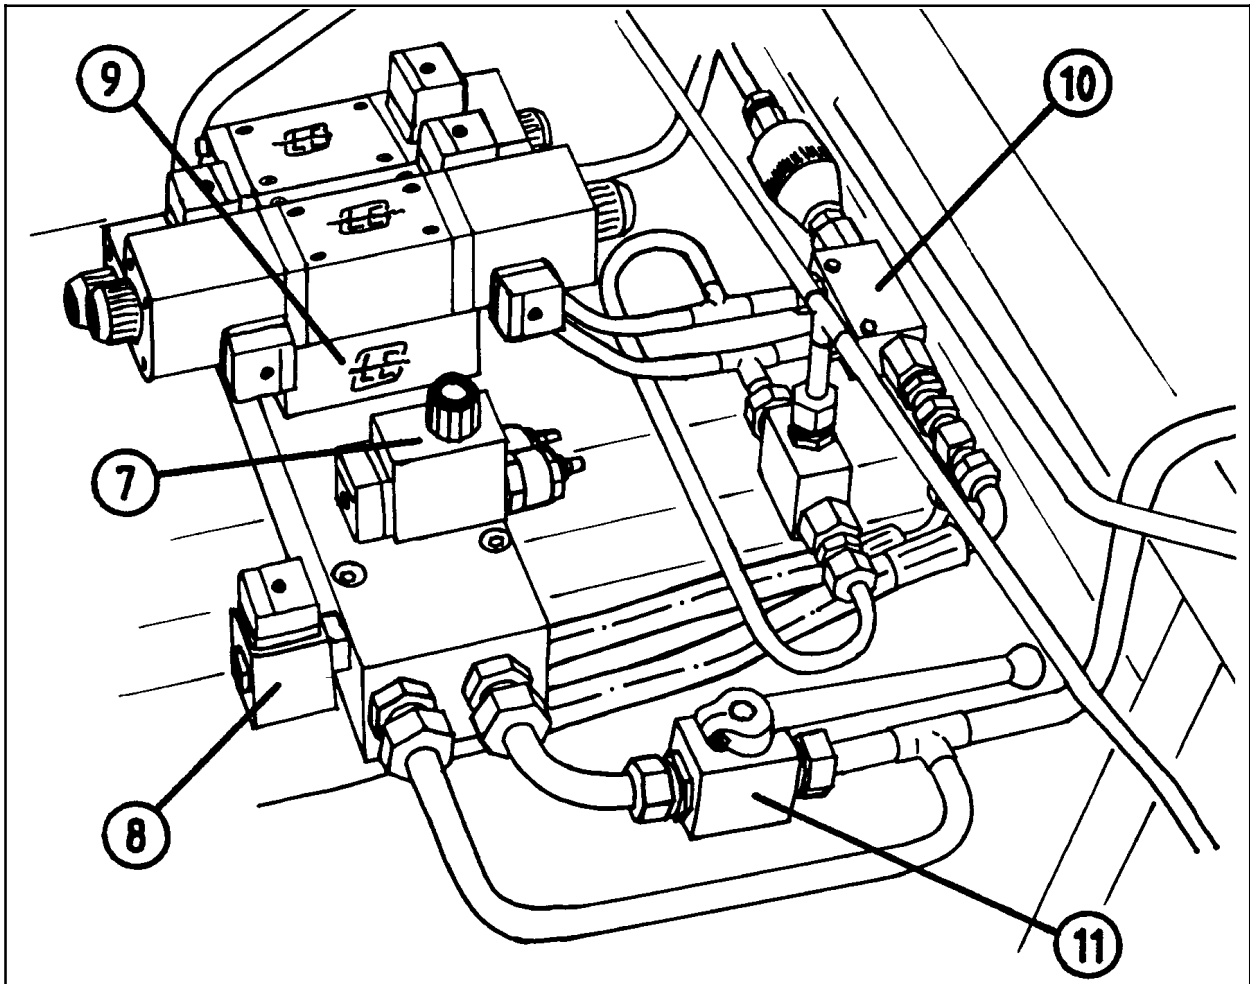
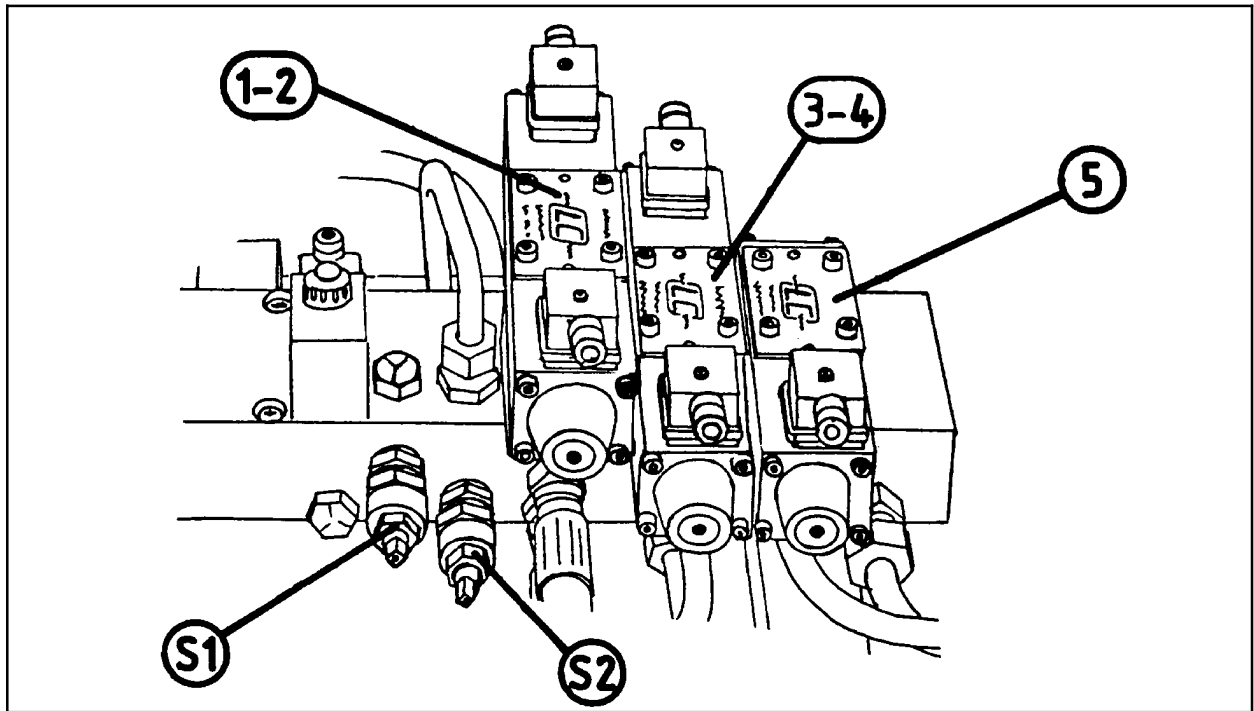
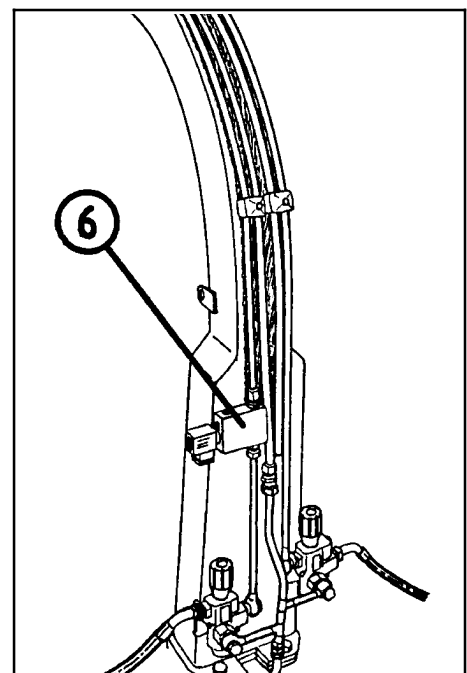

Bild 14-1
Bild 14-2
Bild 14-3
Die meisten Traktoren verfügen über eine Hydraulikpumpe, die pro Umdrehung eine feste Ölmenge fördert. Für diese Traktoren muß der Kugelhahn, (Pos. 10, Abb. 14-1), geöffnet sein. (Kap. 4.10). Wenn keine andere Funktion aktiviert ist, strömt das Öl vom Traktor durch den Ventilblock und zurück zum Tank. Sobald einer der Funktionsknöpfe der Steuereinheit gedrückt wird, schließt das **UMGEHUNGSVENTIL**, (Pos. 7, Abb. 14-1), den Ölkreislauf; gleichzeitig öffnet sich das Ventil der gewählten Funktion.
Bei Traktoren mit einer variablen Ölpumpe, wie z. B. bei John-Deere-Modellen, muß der Kugelhahn geschlossen werden. (Pos. 10, Abb. 14-1). In dieser Stellung gelangt nur dann Öl in den Hauptventilblock, wenn eine der Funktionen betätigt wird.
Das "John-Deere"-Ventil, (Pos. 8, Abb. 14-1), läßt das Öl in den Block fließen. Gleichzeitig öffnet sich das Ventil der gewählten Funktion.
Damit kein Druckabfall in der Messervorrichtung auftritt, der dazu führen könnte, daß das Messer die Folie nicht ausreichend lang festhält, verfügt die Maschine über ein vorgesteuertes Rückschlagventil. (Pos. 9, Abb. 14-1). Es befindet sich unter dem Magnetventil des Hauptblockes. (Pos. 1-2, Abb. 14-2). Unter dem Rückschlagventil, d.h. im Hauptblock, befindet sich ein weiteres Rückschlagventil. Es verhindert, daß die Druckstöße in der Rücklaufleitung das vorgesteuerte Rückschlagventil öffnen.
- 14.3** Die Hydraulikanlage ist mit einem Sicherheitsventil, (S1), ausgerüstet, das auf 185 bar eingestellt ist. Wenn dieser eingestellte Druck überschritten wird, öffnet dieses Ventil und läßt das Öl in den Tank zurückfließen. Dieses Ventil befindet sich auf dem Ventilblock. (Siehe Abb.14-2).
Bei halber Geschwindigkeit öffnet das Magnetventil, (Pos. 5, Abb. 14-2), die Leitung, die zum Wickelarm führt; das Öl fließt durch eine Düse, die die Durchflußmenge begrenzt. Auch bei voller Geschwindigkeit öffnet sich das Magnetventil an der Rückseite des Maschinenturms, (Pos. 6, Abb. 14-3). Das Öl wird nun an der Düse vorbeigeleitet.